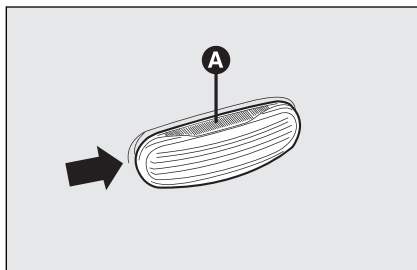
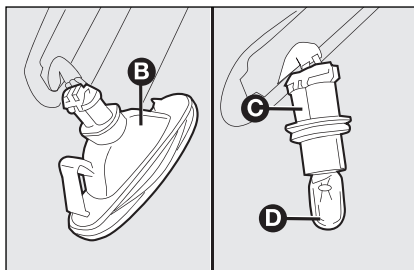

fig. 27
fig. 28
- ☐ duw tegen het lampenglas **A**-fig. 27 zodat de interne borgveer **B**-fig. 28 wordt ingedrukt en trek de unit naar buiten;